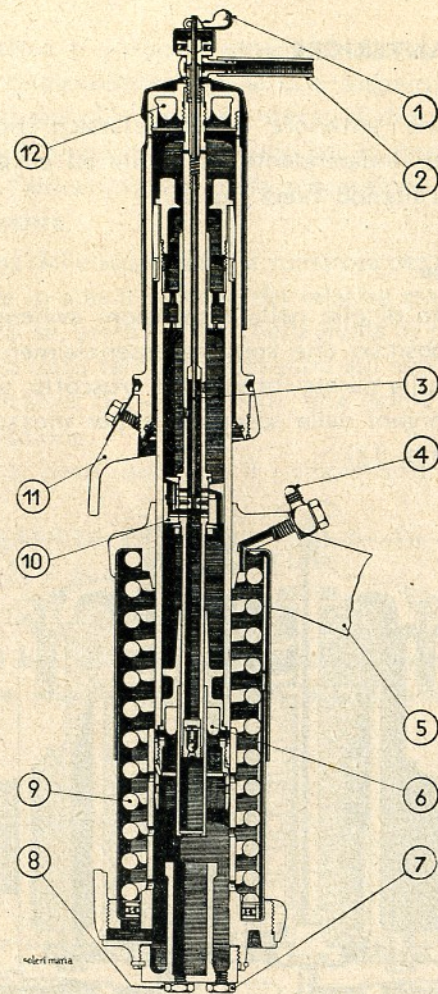

Fig. 30. - Sezione sospensione anteriore
La sospensione anteriore è del classico tipo brevettato «Lancia» a ruote indipendenti con molle ad elica cilindrica ed ammortizzatori a liquido (vedi fig. 30).
- b) Svitare il tappo inferiore (8) (fig. 30).
- d) Introdurre, attraverso il foro del lubrificatore (4), olio nella sospensione sino a che non lo si vede uscire dal tappo inferiore (8).
Nella sospensione (fig. 30) l'ammortizzatore è regolabile a mezzo di una levetta (1) posta alla sommità della sospensione.
Per la regolazione dell'ammortizzatore occorre avvitare la levetta di regolazione (1). (Vedi fig. 30) fino a che l'estremità inferiore dell'asta interna chiuda il foro di passaggio dell'olio, quindi svitarla di circa due giri (in inverno 2÷3 giri, in estate 1÷2 giri).